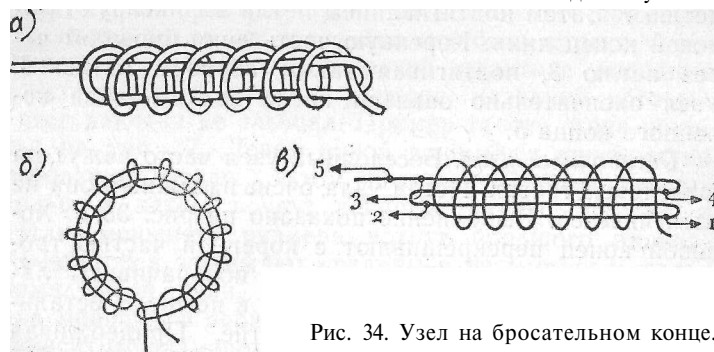

Рис. 34. Узел на бросательном конце.
*Узел на бросательном конце* (рис. 34, а). Бросательный конец складывают в виде петли и несколько раз обвивают ее ходовым концом, который затем вытягивают через петлю с внешней стороны. Этот узел очень подвижный. Поэтому петли предпочтительнее делать длинными и сводить концы узла кольцом. Перед затягиванием узла коренную часть выброски вводят в ту же петлю, что и ходовой конец (рис. 34, б)
Узел может быть также завязан на лине, сложенном, вчетверо (рис. 34, в). Бросательный конец складывают четыре раза длинными петлями. Ходовой конец обвивают вокруг петель по всей длине. После этого ходовой конец проводят через две петли с внешней стороны узла. Затягивают узел, как показано на рисунке. Сначала, чтобы затянуть спираль, вытягивают петлю 1. Затем подтягиванием петли 2 фиксируют ходовой конец лinya. Коренную часть лinya проводят через петлю 3, подтягивая таким образом петлю 4. Узел окончательно завязан после подтягивания коренного конца 5.